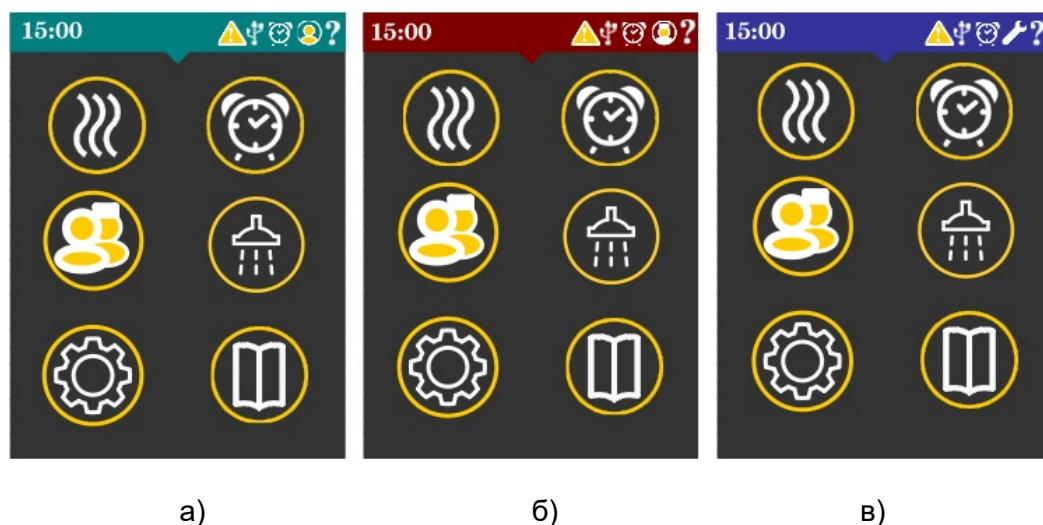
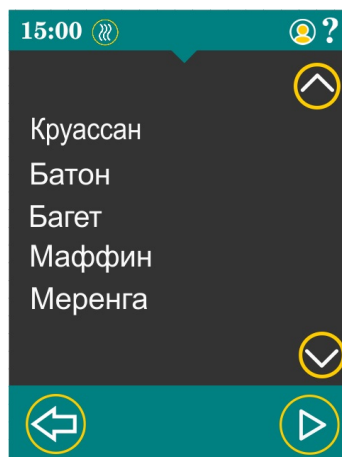

Рис. 8 Главные меню основного экрана для разных уровней доступа
Рис. 16 Меню «Приготовление» для уровня доступа «Пользователь»
После загрузки программного обеспечения на экране панели управления печи выводится «Главное меню» (рис. 8 а) и включается освещение камеры. В зависимости от уровня доступа варьируется доступ к функциональным клавишам «Главного меню».
Уровень доступа «Пользователь» (рис. 8а) позволяет осуществлять работу только по ранее сохраненным пользовательским программам приготовления и осуществлять запуск мойки печи.
Уровень доступа «Повар» (рис. 8б) позволяет создавать и редактировать программы приготовления, запускать мойку печи, осуществлять перенос рецептов приготовления с печи на «USB-диск» и с «USB-диска» на печь, задавать дату, время и регулировать уровень громкости информационного сигнала печи.
Уровень доступа «Сервис» (рис. 8в) предназначен для обслуживания печи сервисными службами.
- «Подтверждение пароля». После правильного ввода пароля «Главное меню» изменится (рис. 8в).
В «Главном меню» (рис.8а) нажмите кнопку  - «Приготовление». «Главное меню» сменится на меню «Приготовление» (рис.16), со списком программ приготовления.
Дождитесь появления «Главного меню» (рис.8а).
Нажмите кнопку  - «Приготовление» в «Главном меню» (рис. 8а) - откроется меню «Приготовление» (рис. 16).
Во время подготовки камеры духовки в строке действий нажатием кнопки  - «Стоп» можно остановить подготовку камеры духовки. При этом появится дополнительное информационное сообщение для подтверждения выбранного действия. После подтверждения печь прекратит подготовку камеры духовки, и перейдет в меню «Приготовление» (рис. 16).
Откройте дверь и выгрузите продукт из камеры духовки. Выполнение программы приготовления завершится автоматически после закрывания двери, меню перейдёт в меню «Приготовление» (рис.16).
Дождитесь появления «Главного меню» (рис.8б).
Нажмите кнопку  - «Приготовление» в «Главном меню» (рис. 8б) - откроется меню «Приготовление» (рис. 14).